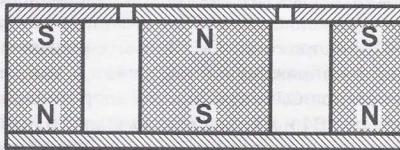

рис.5
1. Из одной **половины** магнитного материала, который используется для кольцевого магнита традиционной магнитной системы, изготовить кольцевой магнит меньшего диаметра, а из второй половины изготовить керновой магнит, который закрепить на нижнем фланце. Высота обоих анизотропных магнитов должна быть одинаковой. Воздушный магнитный зазор создать из кольцевого верхнего фланца и такой же толщины круга из магнитно-мягкого материала, которые закрепляются на кольцевом и керновом магнитах соответственно (рис.5). В этом варианте магнитные